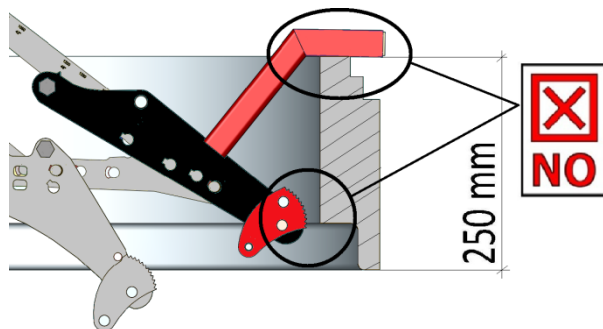

Fig. 1
Det är förbjudet att greppa manluckor (höjd \geq 250 mm) **UTAN** det ovan nämnda tillbehöret (4400.0079) (→ se Fig. 1).
**Fig. 1** visar en brunnsring med en minsta installationshöjd på 250 mm utan "adaptersats för SVZ-UNI-STÖD" (4400.0079).